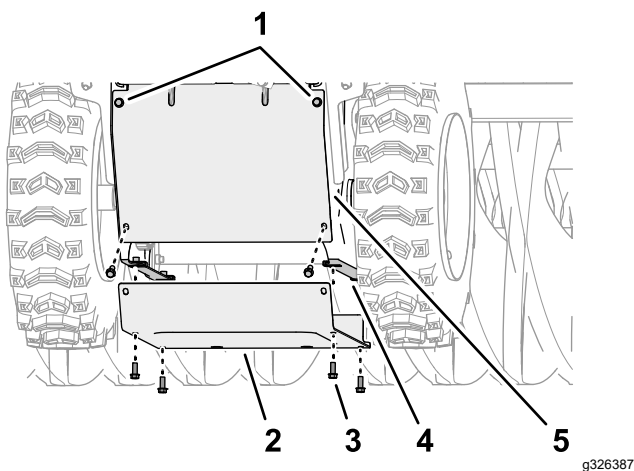

Figura 47
5. En la parte trasera de la máquina, afloje los 2 tornillos con arandela prensada superiores ($\frac{1}{4}$ " x $\frac{5}{8}$ ") que sujetan la cubierta trasera a la máquina (Figura 47).
- Retire los 6 tornillos con arandela presada ($\frac{1}{4}$ " x $\frac{5}{8}$ ") que sujetan la cubierta inferior a la máquina, y retire la cubierta (Figura 47).